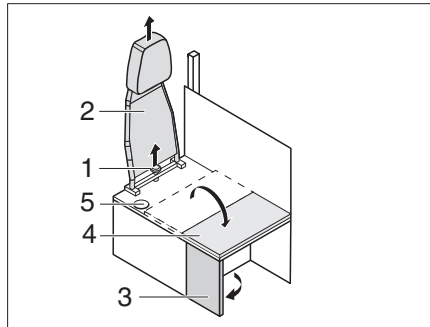

Fig. 199 Trasformazione da posizione di marcia a posizione abitativa
- Svitare la vite con manopola a stella (Fig. 199,1) e togliere lo schienale (Fig. 199,2) verso l'alto.
- Aprire la parete laterale (Fig. 199,3).
- Aprire e spingere la prolunga del divanetto (Fig. 199,4) sulla parete laterale.
- ▷ Per la trasformazione dalla posizione abitativa alla posizione di marcia procedere in ordine inverso. Prestare attenzione a condurre la cintura di sicurezza attraverso l'apertura (Fig. 199,5).